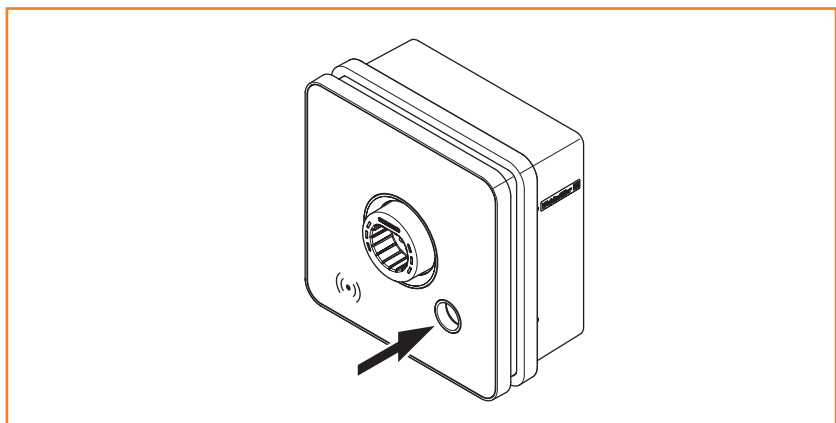

Bild 10 Anzeige des Energieverbrauchs
- Lesen Sie den Zählerstand vor und nach dem Ladevorgang am integrierten Energiezähler ab (siehe Bild 10).